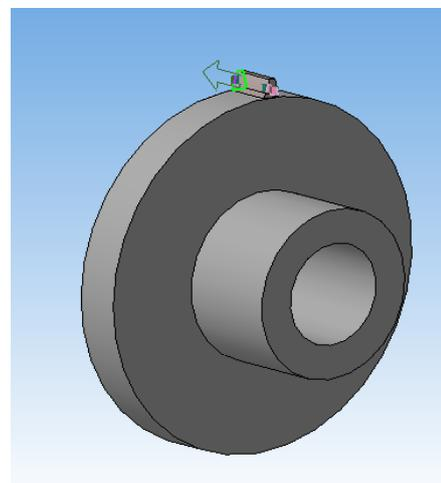

Рисунок 106.
5. Выберите команду «Операция выдавливания», задайте направление и расстояние равное толщине зубчатого венца – **5мм**. Создайте объект (рисунок 106). В результате получим модель зуба.